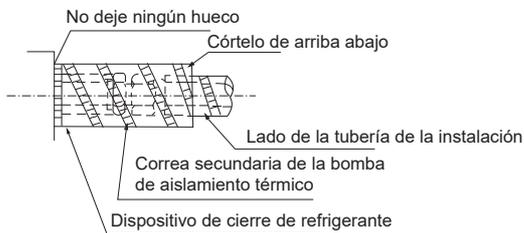

Fig.6-5
- Para evitar la condensación, no deje espacios entre el material aislante y el cuerpo de la unidad (consulte la Fig.6-5).